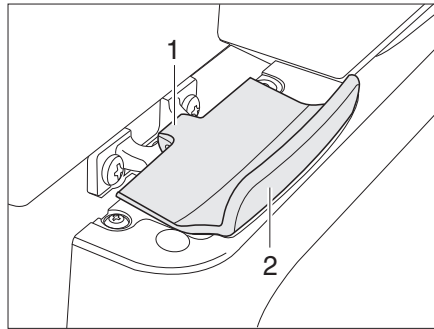

Fig. 254 Bloqueo de la puerta del frigorífico, cerrado (Thetford)
- Abrir la puerta del frigorífico con el tirador (Fig. 254,2). El bloqueo (Fig. 254,1) se abre automáticamente.